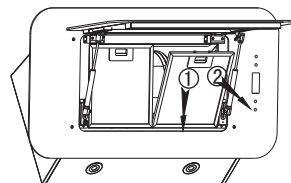

Bild 11
- Ta ur filtren så som visas i bild 11.